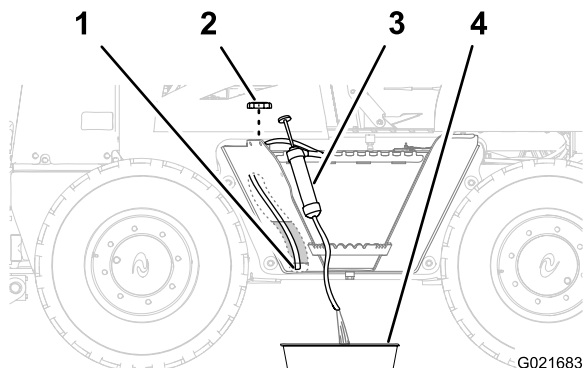

Figure 54
1. Enlevez le bouchon du réservoir de carburant (Figure 54).
2. Insérez le flexible d'admission du matériel d'aspiration dans le réservoir d'essence du réservoir de carburant jusqu'au bas du réservoir (Figure 54).
3. Dirigez le flexible d'évacuation du matériel d'aspiration dans un bac de vidange (Figure 54).
6. Remettez le bouchon sur le goulot de remplissage du réservoir de carburant (Figure 54).